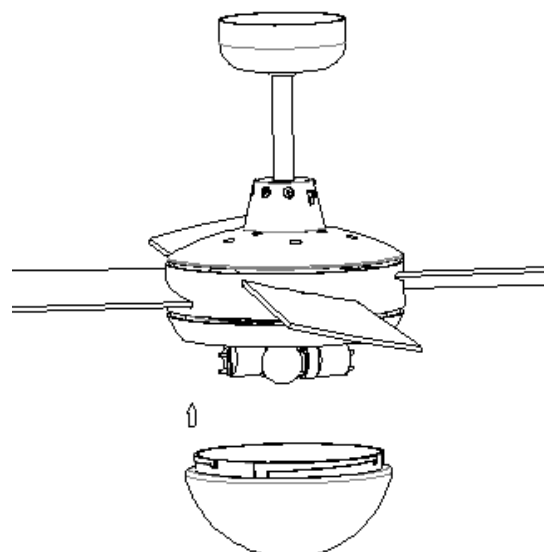

Afb.7
6. Maak de lichtplaat los, zoals in stap 4 beschreven is, en draai deze, zoals in afb.7 weergegeven is, weer vast.